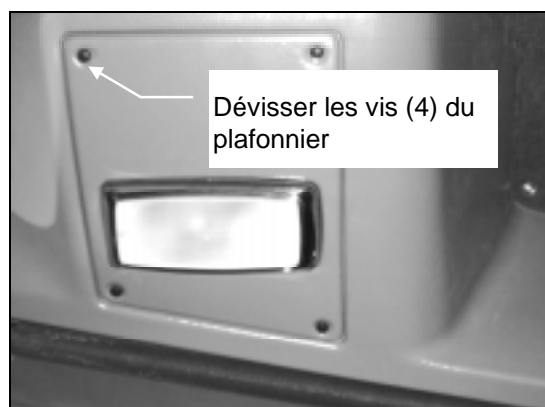

FIGURE 1
2. Enlever le plafonnier (Fig. 1) situé au-dessus du siège du conducteur.